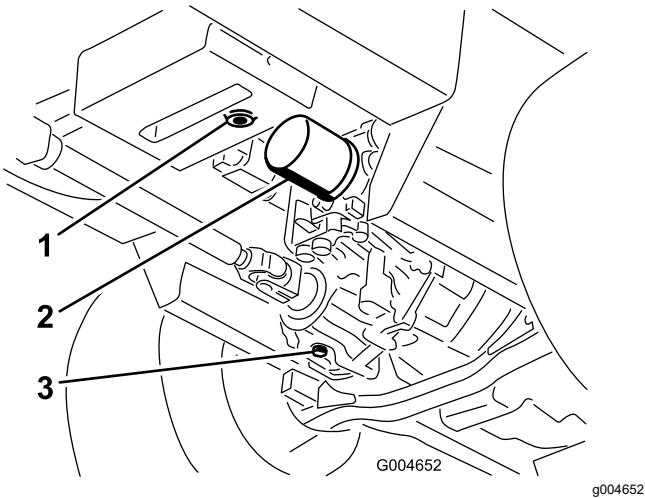

Figure 96
3. Placez un grand bac de vidange sous le réservoir hydraulique et le carter de transmission, et enlevez les bouchons pour vidanger tout le liquide hydraulique (Figure 96).
- 4. Nettoyez la surface autour du filtre à huile hydraulique et retirez le filtre (Figure 96).